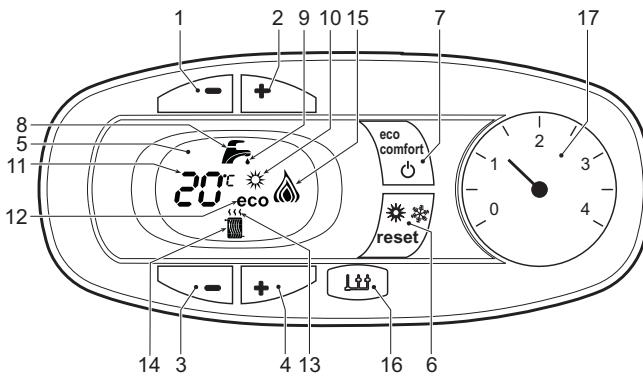
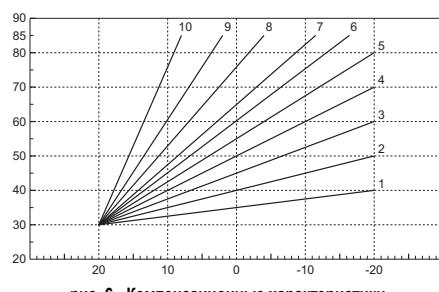
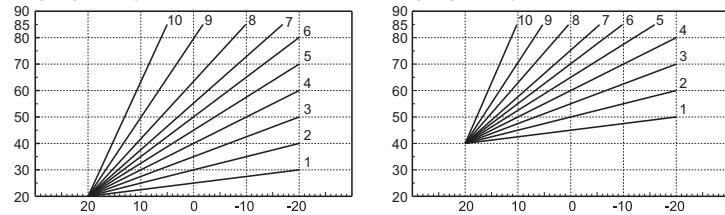

рис. 1 - Панель управления
рис. 6 - Компенсационные характеристики
рис. 7 - Пример параллельного смещения компенсационных характеристик
**Условные обозначения на панели управления рис. 1**
На дисплее (поз. 11 - рис. 1) высвечивается текущая температура воды, подаваемой в систему отопления, а во время ожидания отопления - символ "d2".
На дисплее (поз. 11 - рис. 1) высвечивается выходная температура воды в контуре ГВС, а во время ожидания выдачи воды ГВС - символ "d1".
О поступлении команды на переключение в режим (восстановление внутренней температуры котла) предупреждает мигание индикатора, расположенного под краном. На дисплее (поз. 11 - рис. 1) высвечивается температура воды в котле.
В случае неисправности (см. сар. 4.4) на дисплее отображается код неисправности (поз. 11 - рис. 1), а во время предохранительного ожидания - надписи "d3", "d4" и "d5".
Нажмите на кнопку **Вкл./Выкл.** (поз. 7 - рис. 1) на 5 секунд.
Когда котел выключен, на электронную плату продолжает подаваться электрическое питание. При этом не происходит нагрева воды для систем отопления и ГВС. Остается активной противообледенительная система. Для повторного включения котла снова нажмите клавишу **Вкл./Выкл.** (поз. 7 рис. 1) на 5 секунд.
Нажмите кнопку **"Лето"/"Зима"** (поз. 6 - рис. 1) на 2 секунды.
На дисплее высветится символ "Лето" (поз. 10 - рис. 1): При этом котел будет вырабатывать только воду для ГВС. Остается активной система антезамерзания.
Для выключения режима "Лето" вновь нажмите кнопку **"Лето"/"Зима"** (поз. 6 - рис. 1) на 2 секунды.
Используйте кнопки системы отопления (поз. 3 и 4 - рис. 1), чтобы изменять температуру в диапазоне между мин. 30°C и макс. 80°C; тем не менее, не рекомендуется эксплуатировать котел при температурах ниже 45°C.
Используйте кнопки системы ГВС (поз. 1 и 2 - рис. 1) для изменения температуры от минимальной 40°C до максимальной 55°C.
Данное устройство может быть отключено пользователем (режим ECO), нажав клавишу eco/comfort (поз. 7 - рис. 1). При работе в режиме ECO на дисплее высвечивается соответствующий символ (поз. 12 - рис. 1). Для включения режима "КОМФОРТ" снова нажмите кнопку "Экономичный"/"Комфорт" (поз. 7 - рис. 1).
Согласно регулировкам по плавающей температуре, температура, заданная кнопками системы отопления (поз. 3 - рис. 1) становится максимальной температурой подачи в систему. Рекомендуется устанавливать ее на максимальную величину, чтобы позволить системе выполнять регулировку во всем полезном рабочем диапазоне.
Нажмите на кнопку **сброса** (поз. 6 - рис. 1) на 5 секунд открывается доступ к меню «Плавающая температура» и отображается мигающая надпись «CU».
Используйте кнопки системы ГВС (поз. 1 - рис. 1) Выберите нужную характеристику от 1 до 10 (рис. 6). При установке кривой на 0 режим "плавающей температуры" отключается.
Нажмите на кнопки системы отопления (поз. 3 - рис. 1) осуществляется доступ к параллельному перемещению кривых, при этом на дисплее мигает символ "OF". Используйте кнопки системы ГВС (поз. 1 - рис. 1) для параллельного изменения кривых в соответствии с характеристикой (рис. 7)
При повторном нажатии на кнопку **сброса** (поз. 6 - рис. 1) в течение 5 секунд осуществляется выход из меню "Плавающая температура"
Выбор режимов "ЭКОНОМИЧНЫЙ"/"КОМФОРТ"	При отключении режима ГВС с пульта ДУ котел устанавливается в режим "Экономичный" (ECO). В этих условиях кнопка "Экономичный"/"Комфорт" (поз. 7 - рис. 1) на панели управления котла заблокирована.
Плавающая температура	При включении режима ГВС с пульта ДУ с таймером котел устанавливается в режим "Комфорт". В этих условиях с помощью кнопки "Экономичный"/"Комфорт" (поз. 7 - рис. 1) на панели управления котла можно выбрать любой из этих двух режимов.